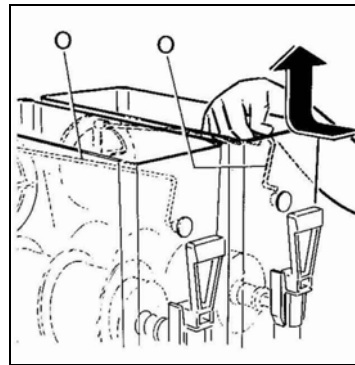

Fig. 1
L'appareil doit être placé sur une surface horizontale et solide en veillant à ce que le corps de l'appareil soit bien ventilé (au moins 20 cm d'espace libre, fig.1), installer l'appareil dans un environnement sec et éviter de l'installer à
- **E**xtraire le dispositif de mélange supérieur (O) en le poussant légèrement vers l'arrière pour pouvoir le dégager de son logement (voir fig. 1).